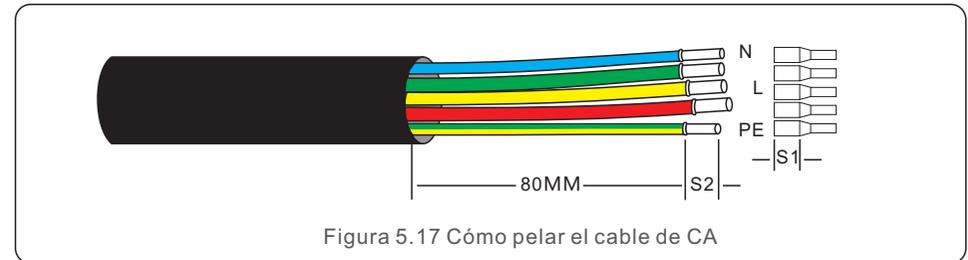

Figura 5.17 Cómo pelar el cable de CA
1. Pele el extremo de la funda aislante del cable de CA unos 80 mm y, a continuación, pele el extremo de cada hilo (como se muestra en la Figura 5.17).